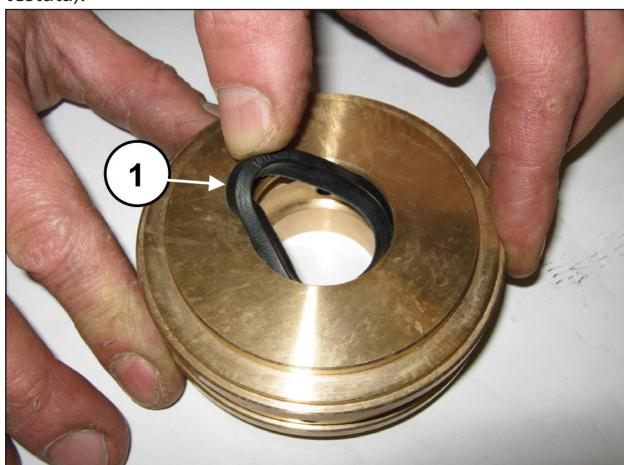

Fig. 177
Inserire la guarnizione di bassa pressione nel supporto guarnizione (pos. ①, Fig. 177) facendo attenzione al senso di montaggio che prevede il labbro di tenuta in avanti (verso la testata).